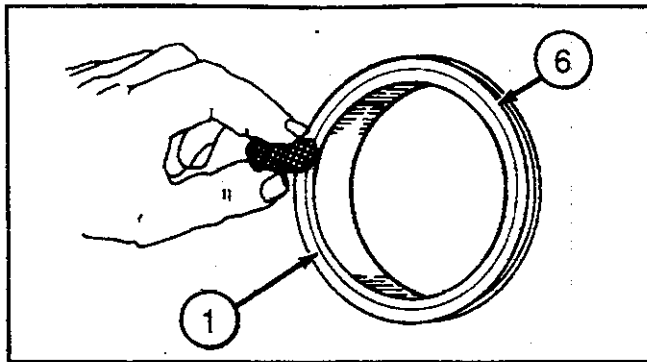

Fig. 2-35
9. Ponga una fina película de aceite limpio en las caras del anillo de sellado (fig. 2-35). Utilice un aplicador, un pañuelo desechable o un dedo limpio para repartir el aceite uniformemente. Tenga cuidado de no meter aceite en los anillos tóricos de goma.